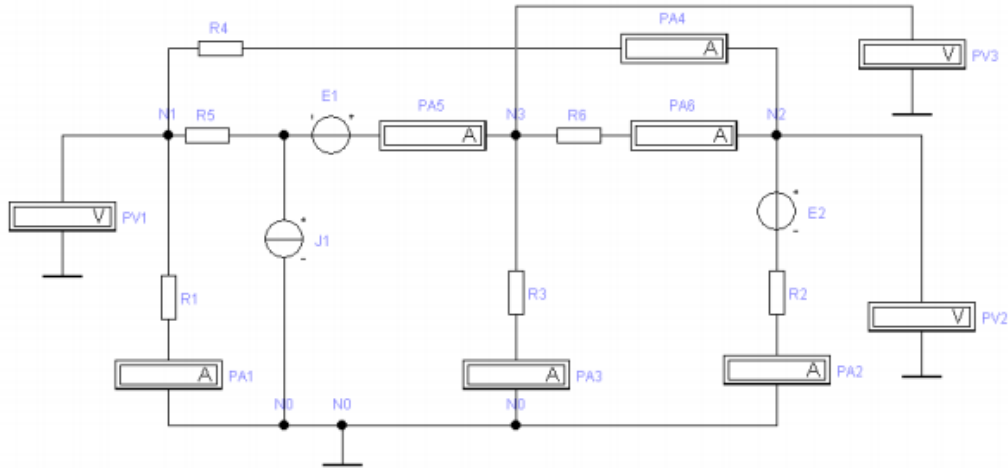

Рис. 2 - Електричне коло
1) Побудувати засобами Electronics Workbench електричне коло, наведене на рис. 2.
На рис. 2 показані: